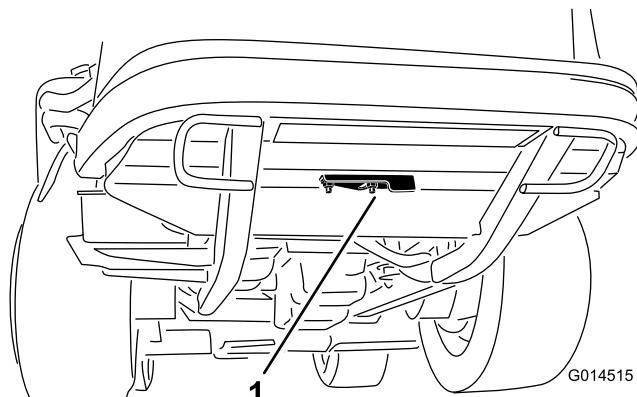

図 34
2. クリーン・アウト・カバーを後フレームの下側に固定しているフランジナットをゆるめる(図34)。カバーをめくると、フレームのクリーン・アウト・ホール清掃穴が露出する。